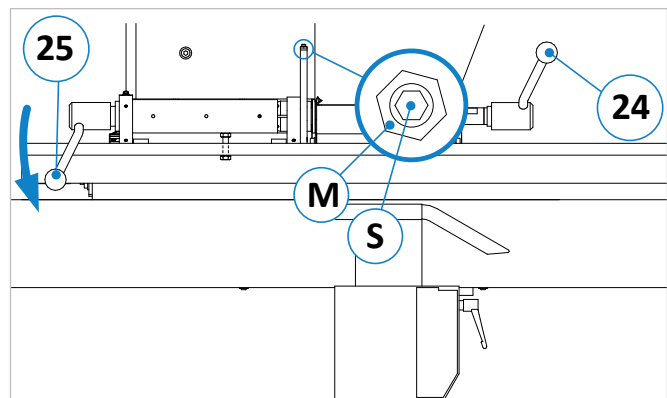

Figure 40 : calibrer l'angle à 90 degrés
1. Voir ⇒ Figure 40 : Lorsque le levier de serrage (24) est ouvert, déplacer le levier de réglage (25) vers l'avant (en direction de la table de dégauchissage) → La butée se rabat automatiquement à 45°.
3. Pour le réajustement, ouvrir le levier de serrage (24). ouvrir et débloquer le contre-écrou (M) avec une clé à fourche 10 mm. Réglez l'angle avec une clé Allen 3 mm sur la vis sans tête (S).